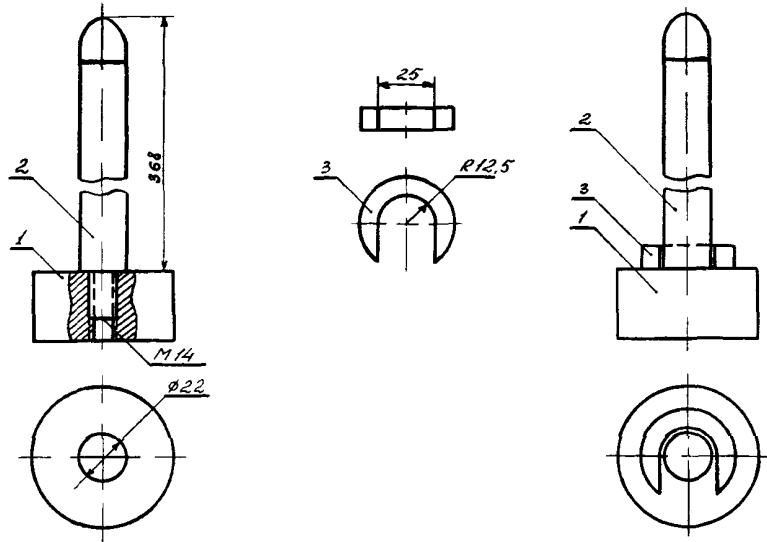

Рис.7. Приспособление (П-1) для проверки усилия вытягивания подвижного контакта из неподвижного розеточного контакта:
06.16. Надеть собранный розеточный контакт на приспособление П-1 (рис.7), предварительно смазав контрольный стержень 2 смазкой ЦИАТИМ-203 (221).
06.17. Проверить усилие вытягивания стержня 2 (см.рис.7) из розеточного контакта, которое должно быть в пределах 9-11 кгс.